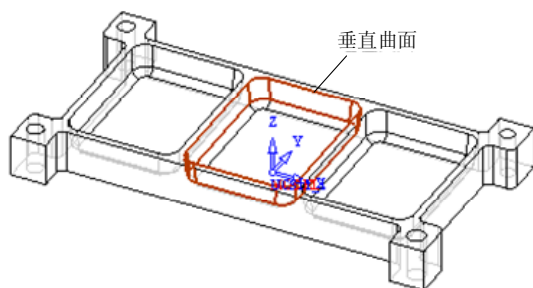

图 5-85 选择垂直曲面 (1)
- 在“几何”框中单击“垂直曲面”按钮，选择如图 5-85 所示的曲面为垂直曲面，然后单击鼠标中键确定，返回“侧刃铣控制面板”对话框。